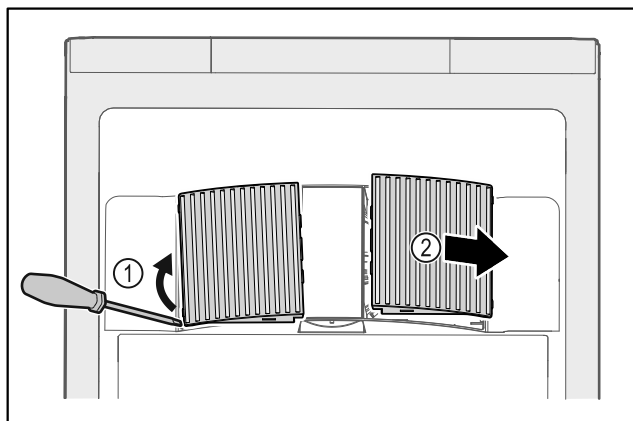

Fig. 47
- ▶ Ventilatorabdeckungen vorsichtig von der Seite heraushebeln Fig. 47 (1) und nach vorne abnehmen Fig. 47 (2).